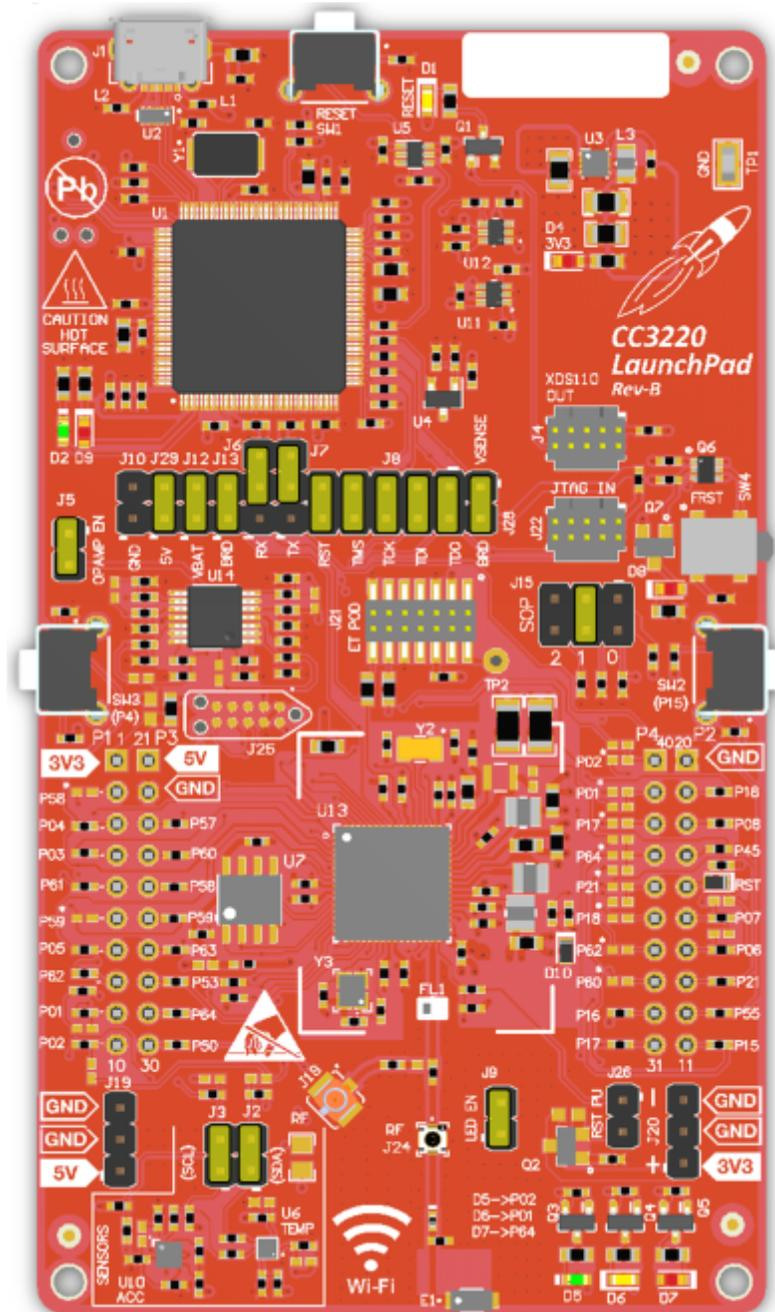

图 9. CC3220 默认跳线设置
- 已刷写开箱即用软件包且跳线设置正确的 CC3220 LaunchPad。如果通过 USB 供电，请参见图 9。J5 不是必须连接的